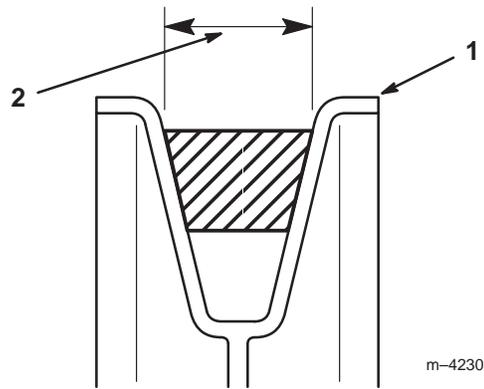

Bild 13
7. Achten Sie darauf, dass die breite Seite des PTO-Treibriemens zum Außendurchmesser **aller (vier) Scheiben zeigt (Bild 13)**.